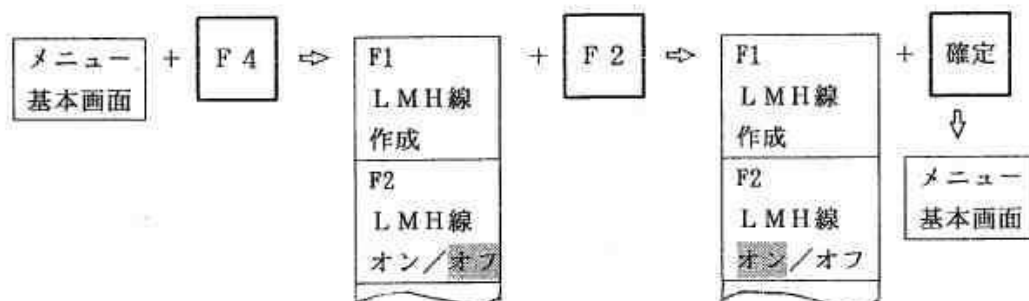

図 9.3.10 LMH 線をオフからオンに変更する方法
(2) ガイダンス表示エリアには【メイン】が表示され、探傷画面上にLMH線が表示されておらず、探傷条件表示エリアには【LMH線間隔】が表示されている場合
- ① LMH線がオフの状態ですので、図9.3.10のように選択キー【F4】を1回押して選